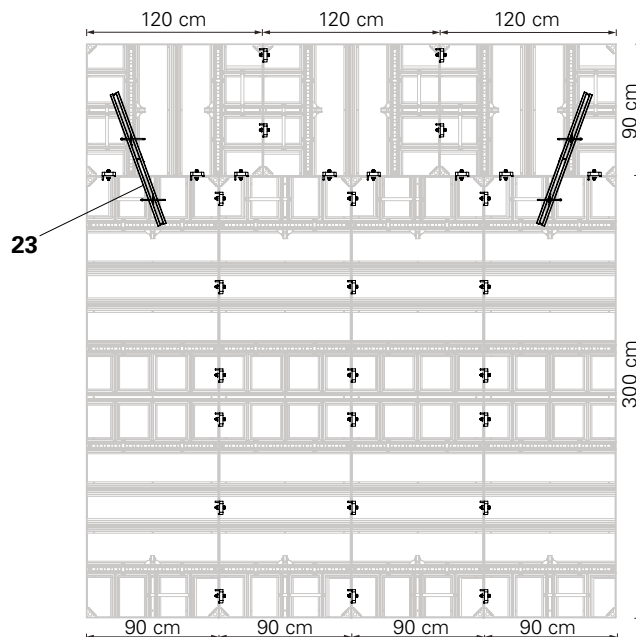

Fig. C6.02
Altezza raffigurata = 390 cm (Fig. C6.02)
Se non è necessario per l'estensione in altezza, è possibile seguire un andamento come illustrato nella Fig. C6.02 per l'allineamento verticale con il traverso di compensazione HSA 95 (23).